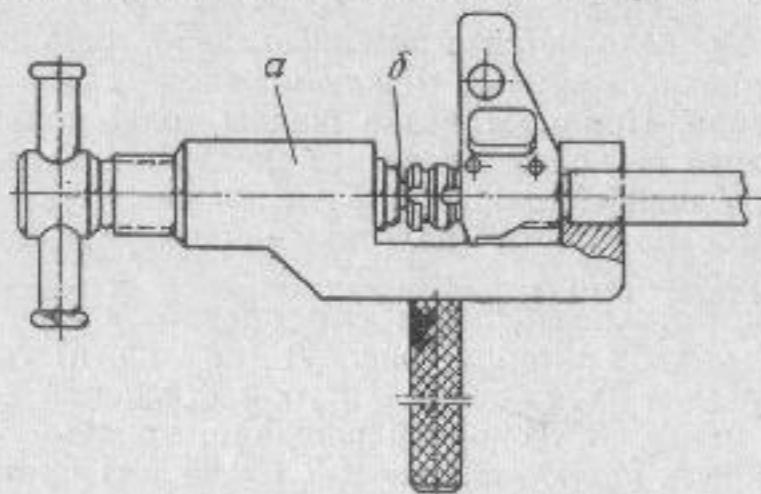

Рис. 44. Схема установки струбцины:
6. Проверить, нет ли перекоса затвора. Для этого вставить в патронник калибр-шашку с размером 32,65 мм. Если нет калибра-шашки с размером 32,65 мм, использовать калибр-шашку К-3, у которой шляпка должна быть сошлифована до размера *A*, равного 32,65 мм (рис. 43), закрыть затвор и с помощью стержня (рис. 53) и струбцины (рис. 54) прижать затвор к боевым уступам ствольной коробки (рис. 44); в этом случае затворная